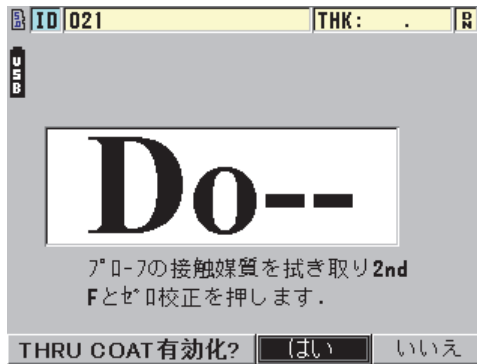

図 6-6 スルーコート設定ダイアログボックスを開く
4. [2nd F]、[ゼロ校正]（自動ゼロ調整）を押します（89 ページの図 6-6 参照）。